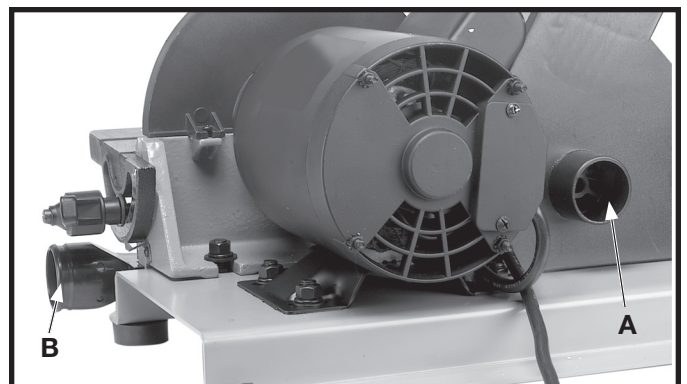

Fig. 34
Se suministran dos conductos de polvo con su lijadora de correa y de disco, y están equipados con aberturas de 1-1/4 pulgadas de diámetro interno que pueden conectarse con facilidad a un sistema de recolección de polvo. El conducto de polvo (A) Fig. 34 es para la unidad de correa, y el conducto de polvo (B) es para la unidad de disco.